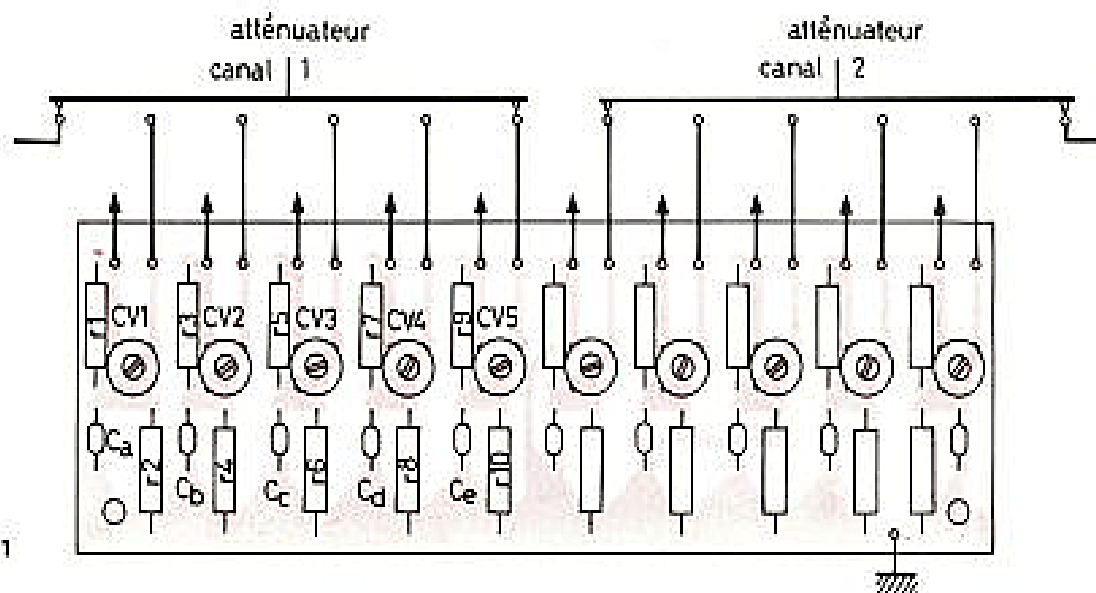

Fig. 31
– figure 31 : circuit d'atténuateurs, côté « composants ».